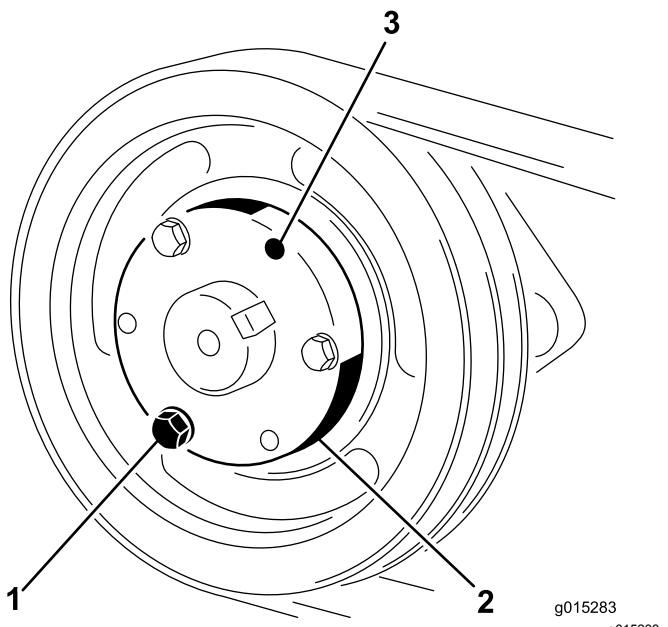

Figura 26
1. Retire los pernos y las arandelas de freno de uno en uno y atornílelos en los taladros adyacentes (Figura 26).